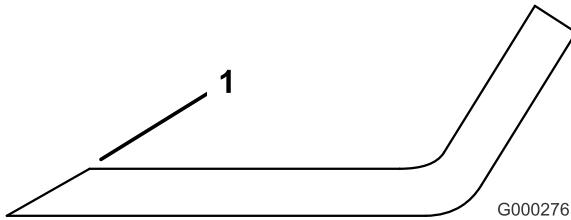

Figura 88
3. Controllate i taglienti di tutte le lame, e afflateli se fossero ottusi o scheggiati. Affilate soltanto la parte superiore del tagliente e mantenete l'angolo di taglio originale per garantire l'affilatezza (Figura 88). La lama rimane bilanciata soltanto se viene rimossa una quantità uguale di metallo da entrambi i taglienti.